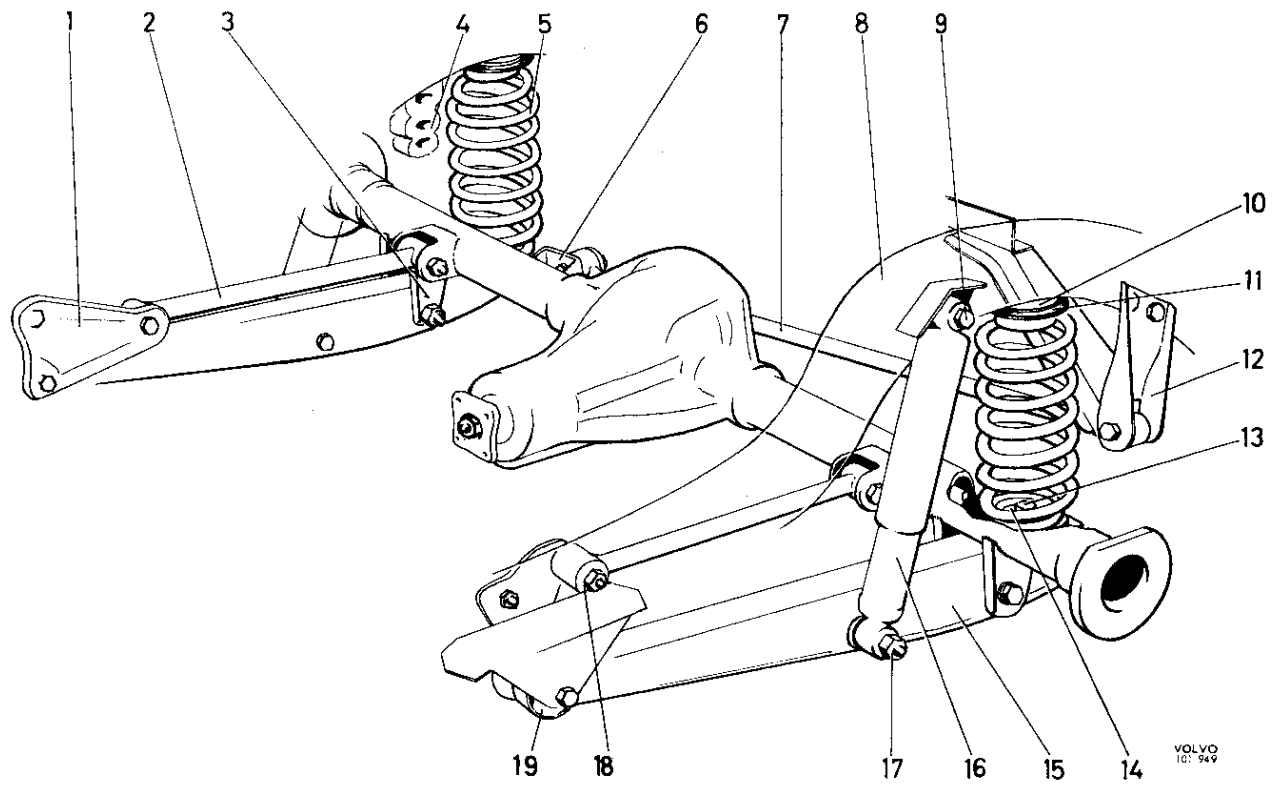
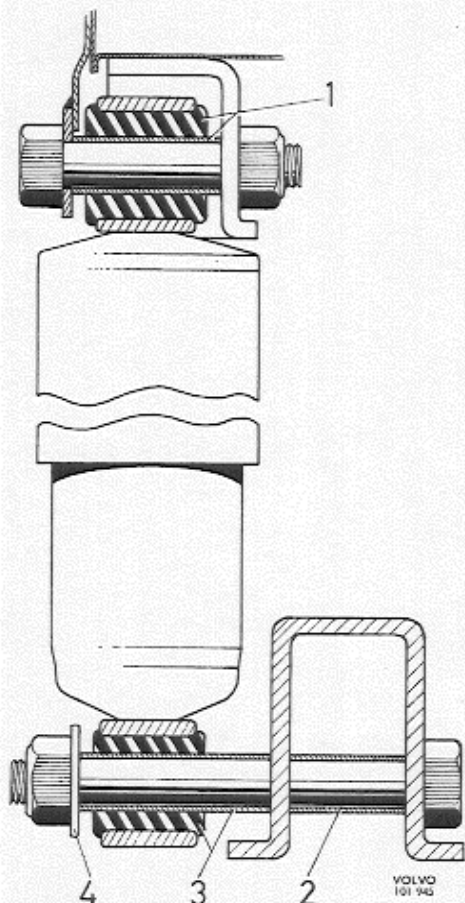

Abb. 5 Hinterachsaufhängung
Abb. 9 Befestigungen, hinterer Stoßdämpfer
Die Oberteile der Hinterfedern (5, Abb. 5) sind in den hinteren Längsträgern (8) und die Unterteile an den Längslenkern (15) hinter der Hinterachse festgeschraubt.
3. Obere Schraube (9, Abb. 5) für den Stoßdämpfer entfernen. Hebevorrichtung vorsichtig herunterlassen und Feder abnehmen.
Die Befestigungen der hinteren Stoßdämpfer (Abb. 9) bestehen aus Ösen, die mit nicht auswechselbaren Gummibuchsen (1 und 3) versehen sind. Oben sind die hinteren Stoßdämpfer an den hinteren Längsträgern und unten an den Längslenkern festgeschraubt. Die Hinterachse ist an der Karosserie über zwei beweglich aufgehängte Längslenker (15, Abb. 5) befestigt. Die Kräfte, die in Längsrichtung des Fahrzeuges wirken, werden von zwei Momentstäben (2) und die in Seitenrichtung wirkenden Kräfte von einer Panhardstange (7) aufgenommen. Die Längslenker sind mit ihren Vorderenden in Gummibuchsen (19) befestigt. Momentstab und Panhardstange sind über Gummibuchsen in Hinterachse und Karosserie befestigt.
2. Beim Einbau beachten, daß die Distanzhülse (2, Abb. 9) im Längslenker vorhanden ist. Stoßdämpfer einbauen und festschrauben. Rad und Radmuttern anbringen. Fahrzeug herunterlassen. Radmuttern festziehen. Radzierdeckel aufsetzen.
3. Schraube des Längslenkers am Träger (3, Abb. 5) entfernen. Vordere Schraube heraus-schrauben und Längslenker herunternehmen.
8. Muttern für die Schrauben des Längslenkers einbauen und anziehen. Schraube für die untere Stoßdämpferbefestigung einbauen und anziehen. Zur Beachtung! Kontrollieren, daß Distanzhülse und Scheiben richtig angebracht sind, siehe Abb. 9. Fahrzeug herunterlassen.
2. Muttern an beiden Trägern (6 und 12, Abb. 5) lösen. Panhardstange vom Träger an der Hinterachse ausbauen. Schraube aus dem Träger an der Karosserie (12) ausbauen und Panhardstange abnehmen.